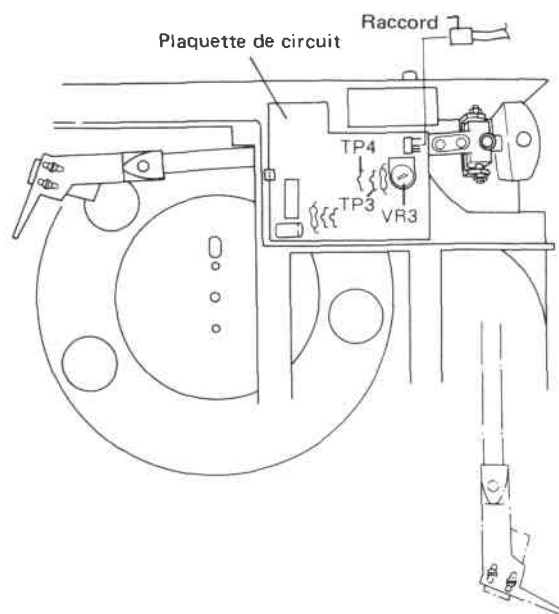

Fig. 12-3 Réglage du senseur de pointe (1)
2. Régler l'appareil sur le mode de lecture et couper l'alimentation électrique. Débrancher ensuite le raccord (CN) de la plaquette de circuit afin de s'assurer que le moteur d'entraînement et le moteur de la platine ne tournent pas.
3. Raccorder un voltmètre CC entre TP3 et TP4 (GND) comme indiqué sur la Fig. 12-3. Mettre l'appareil sous tension et régler la position de la pointe de lecture du bras sur 47,5mm à partir de l'axe central. Noter la tension indiquée sur le voltmètre sur cette position. (Fig. 12-4)